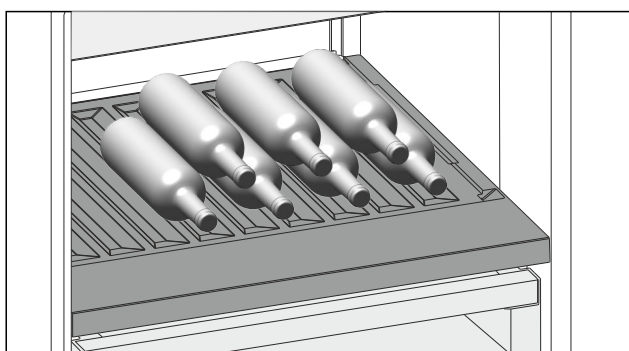

Fig. 166 Príkladné zobrazenie
- Fľaše vkladajte dnom dozadu k zadnej stene. (pozri Fig. 166)